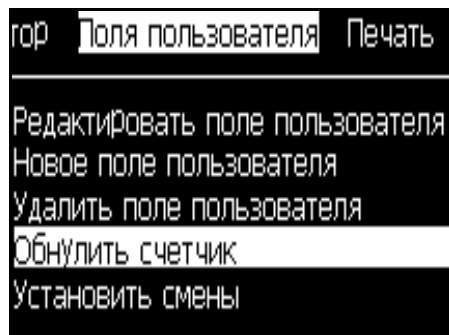

Рисунок 5-40: Выберите счетчик для сброса показаний
- 2 Выберите опцию “*Reset Counter*” (сбросить показания счетчика) (смотрите Рисунок 5-40).